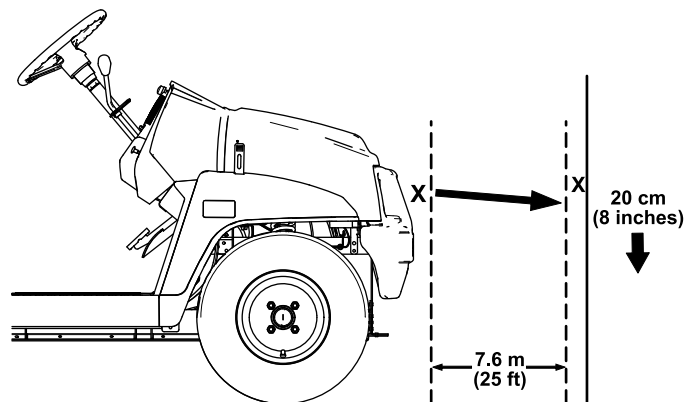

Figure 48
1. Garez la machine sur une surface plane et horizontale, avec les phares à environ 7,6 m de distance d'un mur (Figure 48).
La partie la plus brillante du faisceau doit se trouver 20 cm en dessous du repère que vous avez tracé sur le mur (Figure 48).